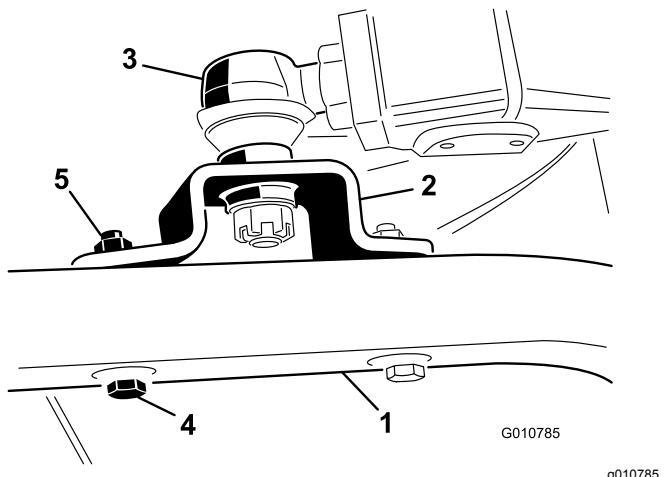

Figura 7
- Prenda as montagens da rótula esférica em cada roda giratória com 2 parafusos (7/16 x 3 pol.) e porcas flangeadas (7/16 pol.) (Figura 7).
- Aperte a porca grande que prende a rótula esférica ao braço de elevação (Figura 7).